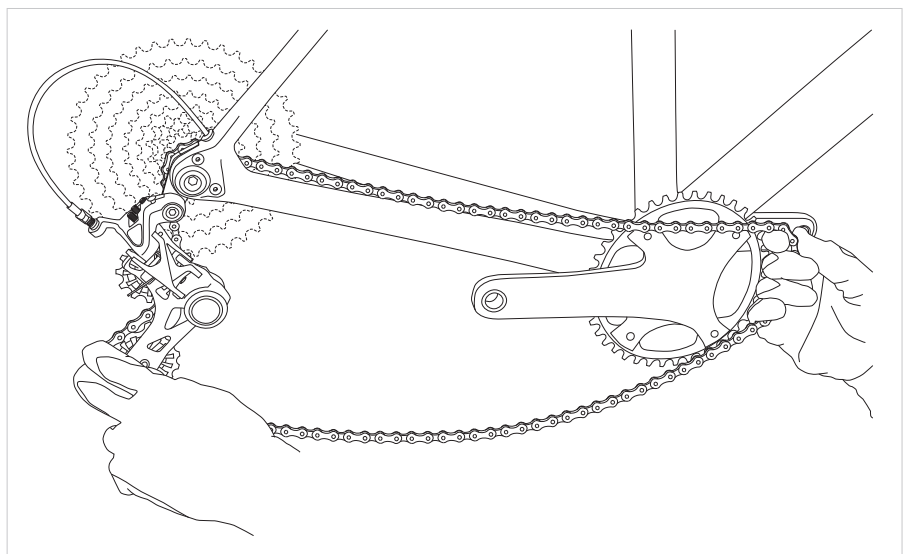

Abb.10
- Drücken Sie den Schwenkbügel nach unten, um die Kettenspannung zu verringern und bringen Sie die Kette wieder auf dem Kettenrad an (Abb.10).